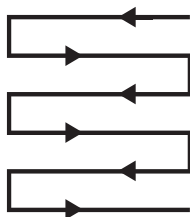

Fig. 24
- > Corte el césped en pasadas que se solapen ligeramente. El patrón más eficaz para cortar el césped es en pasadas rectas paralelas a uno de los lados. De esta forma, las pasadas serán regulares y se asegurará de cortar todo el césped sin dejarse ninguna zona (Fig. 24).